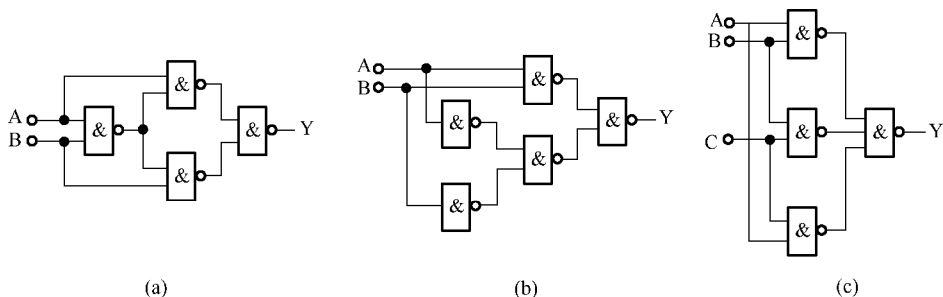

图 1-1-7 【实验任务(2)】电路图
- (2) 测量图 1-1-7 所示各电路的逻辑功能，并根据测试结果，写出它们的真值表及逻辑表达式。